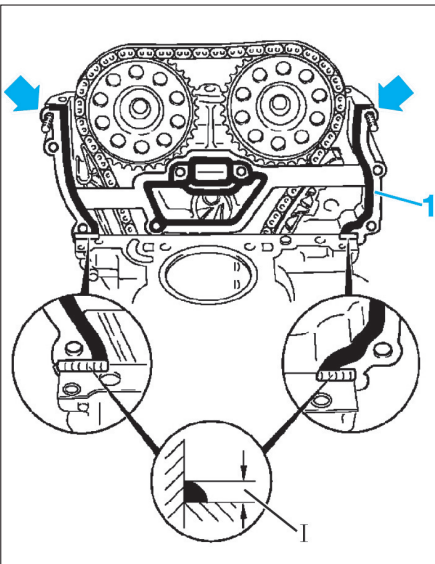

Fig. 41
- Appliquer un cordon de mastic d'étanchéité de silicone d'environ 2 mm d'épaisseur au coin du carter de distribution et du bloc-cylindres (en "I") (Fig.41).